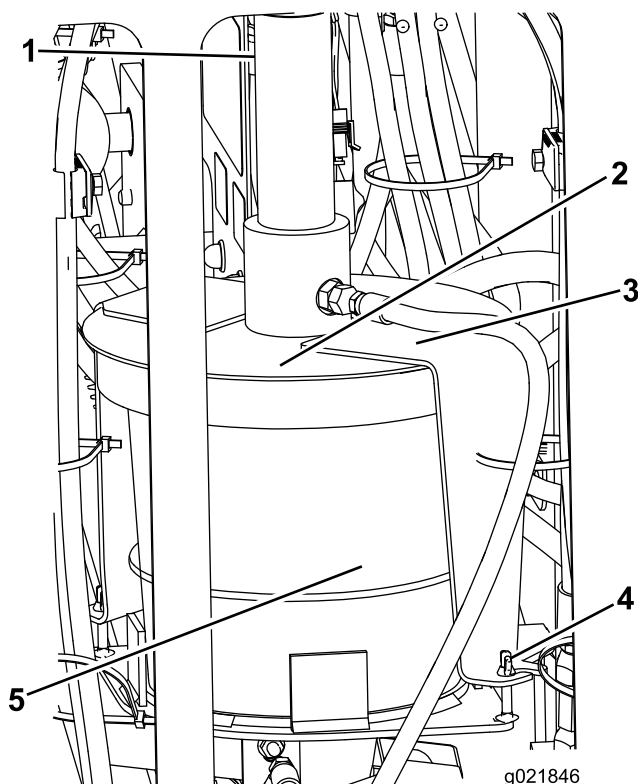

**Figure 93**
3. Desserrez les écrous à oreilles qui fixent les brides de maintien du couvercle sur la machine (Figure 93).
4. Tournez le couvercle et retirez les brides de maintien des boulons de fixation (Figure 93).
5. Soulevez le couvercle et déposez-le du bidon vide de composé d'étanchéité (Figure 93).
7. Placez le plongeur dans le bidon plein et abaissez le couvercle sur le bidon (Figure 93).
8. Glissez les brides sur les boulons de fixation et tournez le couvercle de manière à engager les brides sur les boulons (Figure 93).